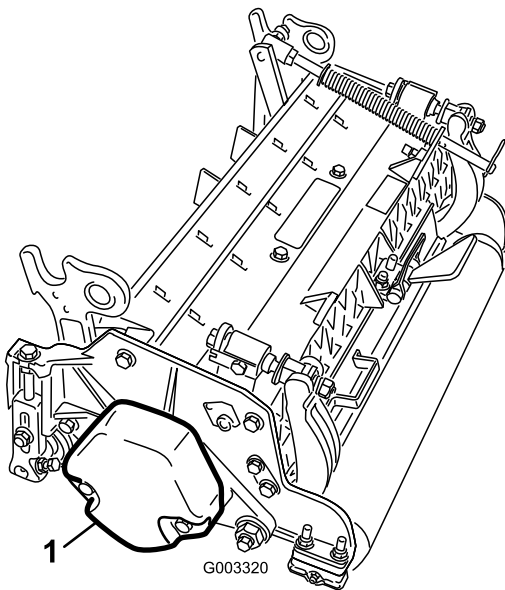

図 6
1. 2番と4番のカuttingユニットでは、カウンタウェイトをカuttingユニットの左側に固定しているキャップスクリュー(2本)を取る。カウンタウェイトを取り外す図6。